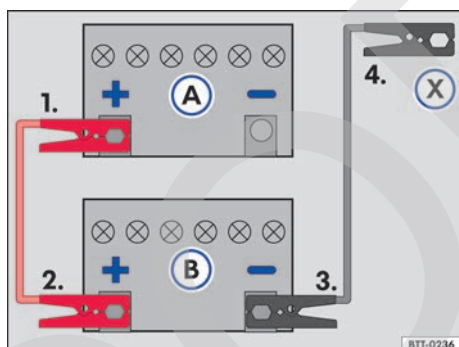

Fig. 129 Esquema para conectar los cables auxiliares de arranque: batería descargada (A) y batería proveedora de corriente (B).
- Conectar un extremo del cable de arranque auxiliar rojo al polo positivo (+) del vehículo con la batería del vehículo descargada (A) → ⚠.
- Conectar el otro extremo del cable de arranque auxiliar rojo al polo positivo (+) de la batería del vehículo que suministra corriente (B).
- Conectar un extremo del cable de ayuda de arranque negro al polo negativo (-) de la batería del vehículo que suministra corriente (B) → fig. 129.
- Conectar el otro extremo del cable de arranque auxiliar negro (X) al vehículo con la batería del vehículo descargada en una pieza maciza de metal atornillada firmemente al bloque del motor o en el mismo bloque del motor - aunque no cerca de la batería (A) → ⚠.